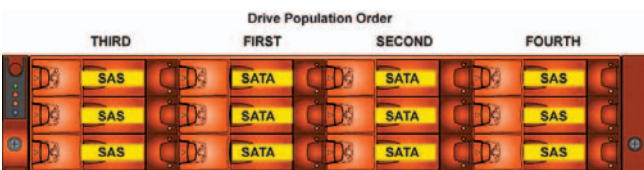

Figura 6: Orden de llenado de la unidad y carga de ejemplo
- Para obtener un rendimiento óptimo, las ranuras deben llenarse en el siguiente orden, si no se van a llenar todas (*consulte la Figura 6*):
• Si es necesario instalar un tipo distinto de unidad, instale la unidad nueva en una columna distinta (*consulte la Figura 6*). Todas las unidades de la columna deben ser del mismo tipo.